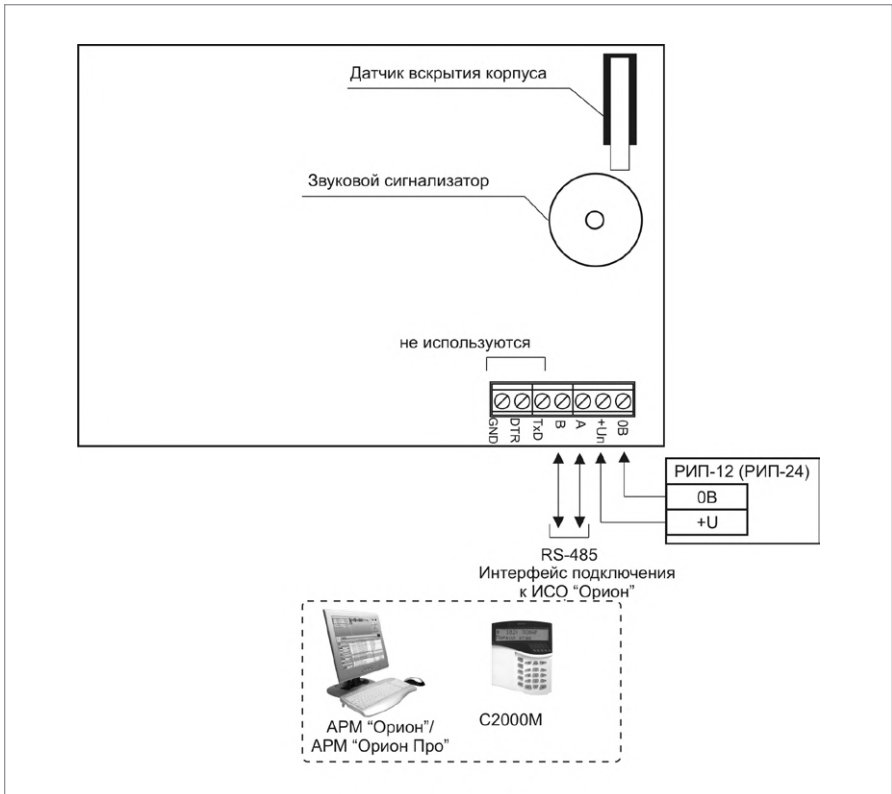

Рисунок 2. Схема внешних соединений клавиатуры «C2000-K»
3. Подключение соединительных линий выполняйте в соответствии с проектной документацией и схемой на Рисунок 2.